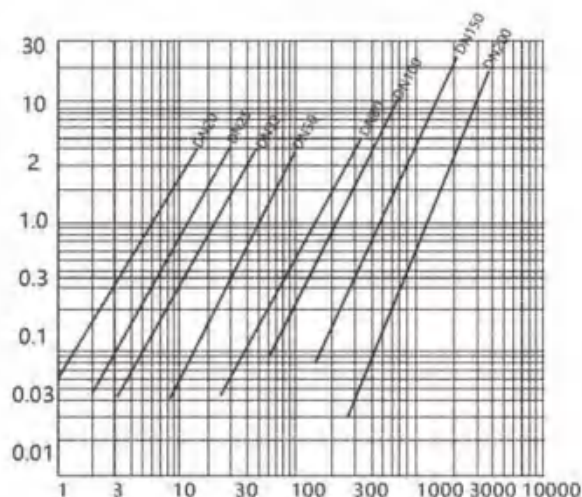

图3-3 (压力损失)
1) 在标准状态下，当介质为干空气时，各规格流量计的压力损失 ΔP_o 可按图3-3查出